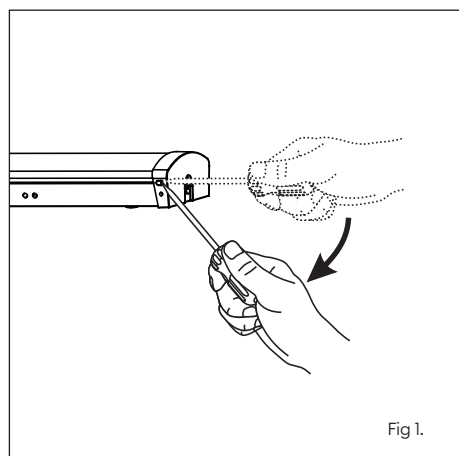

Fig 1.
3. Remove x2 diffuser retaining clips with flathead screwdriver (Fig 1).
3. Retirez 2 clips de maintien du diffuseur à l'aide d'un tournevis à tête plate (fig. 1).
3. Rimuovere clip di fissaggio del diffusore con un cacciavite a testa piatta (Fig. 1).